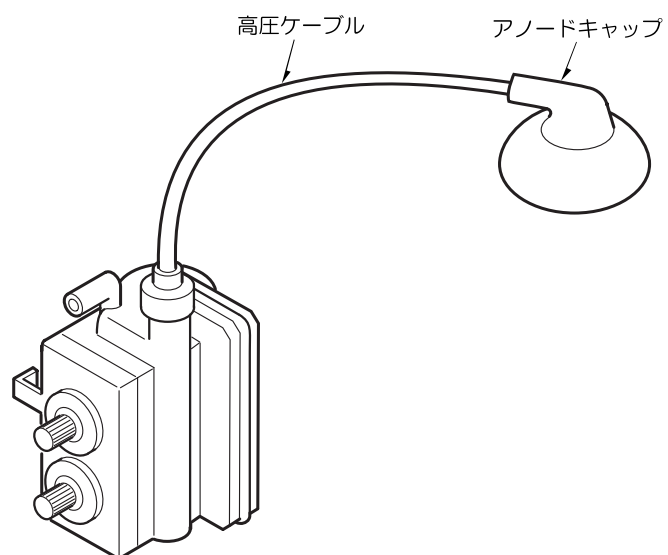

Fig. 3-3
(3) 高圧ケーブルのくせをとり、ねじれない様に配線処理を行う。(Fig. 3-3参照)